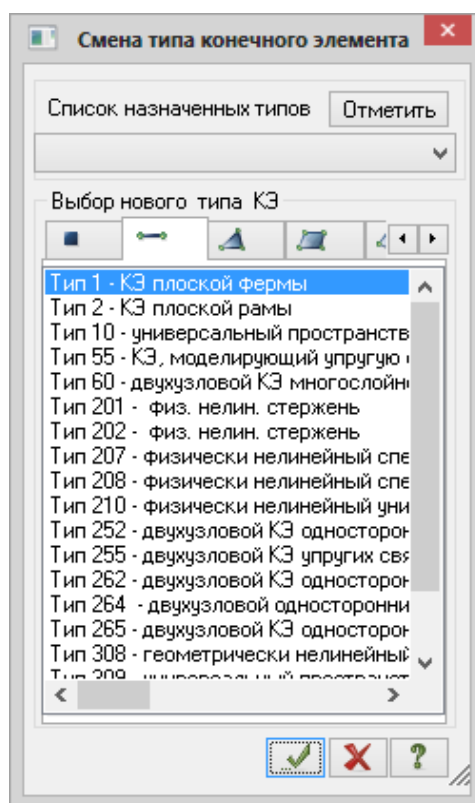

Рис.3.16. Диалоговое окно **Смена типа конечного элемента**
- Щелчком по кнопке  – **Смена типа КЭ** (панель **Схема** на вкладке **Расширенное редактирование**) вызовите диалоговое окно **Смена типа конечного элемента** (рис.3.16).